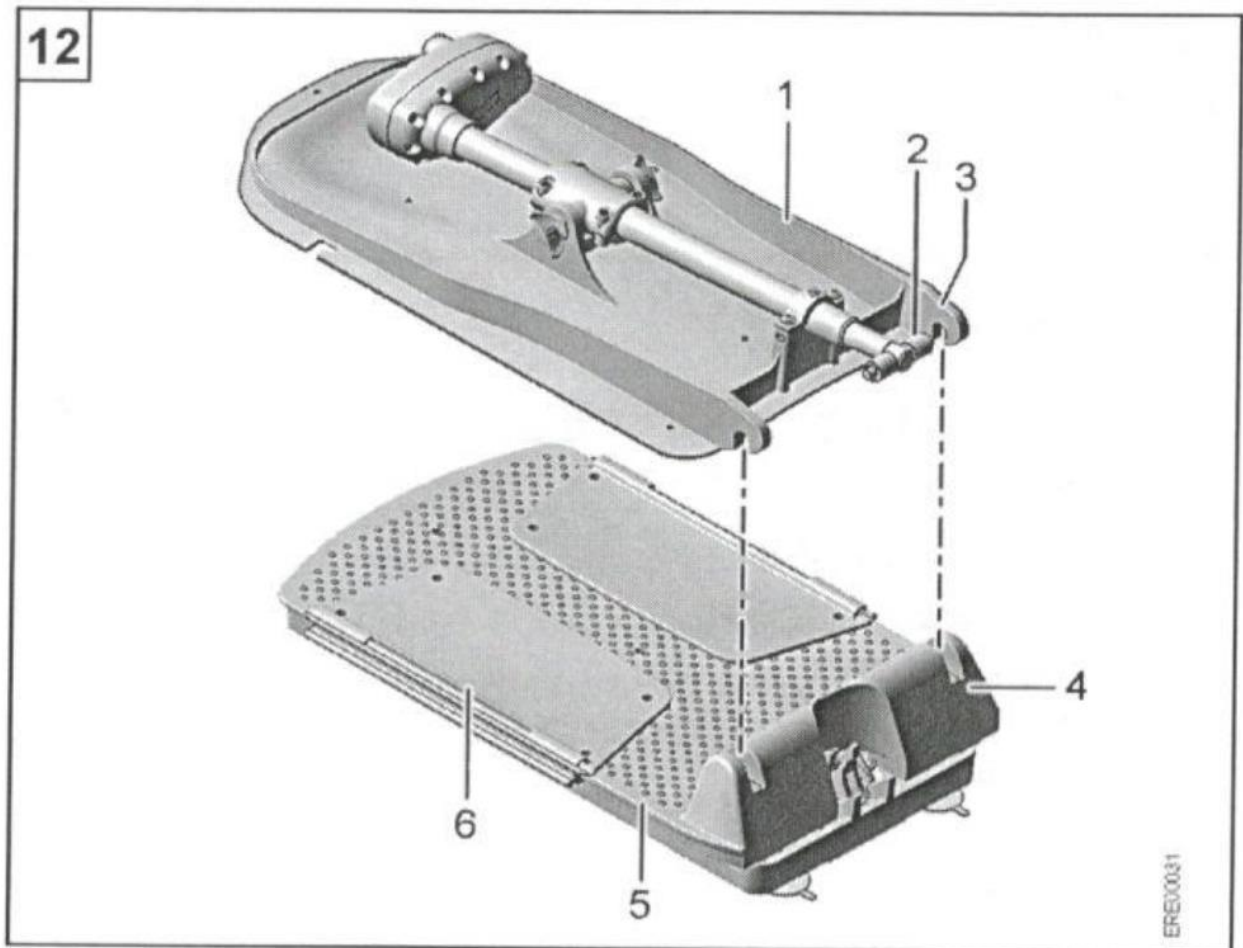

Рис. 8
Якщо спинка закріплена недостатньо щільно, підйомник може бути пошкоджено. Переконайтесь у належній установці: база приводу (див. Рис. 8; 2) повинна бути у горизонтальному положенні (див. Рис. 8).
1. Розмістіть спинку (див. Рис. 8; 1) на секції сидіння (див. Рис. 8; 5). Закріплюючі крючки (див. Рис. 8; 3) повинні вийти у держачі (див. Рис. 8; 4).
5. Опустіть бокові панелі (див. Рис. 8; 6).
4. Складіть бічні панелі (див. Рис. 8; 6).